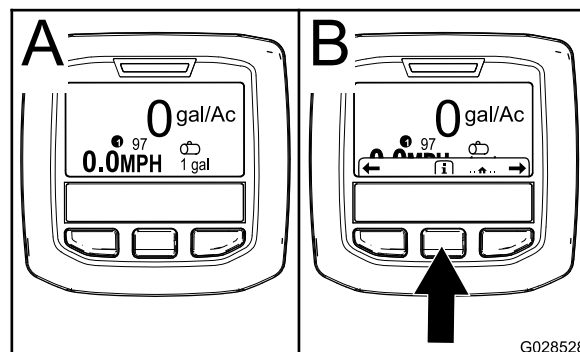

Figura 4
2. Após cerca de 15 segundos, o ecrã inicial surge; pressione o botão de seleção central para mostrar o contexto da informação (Figura 4).